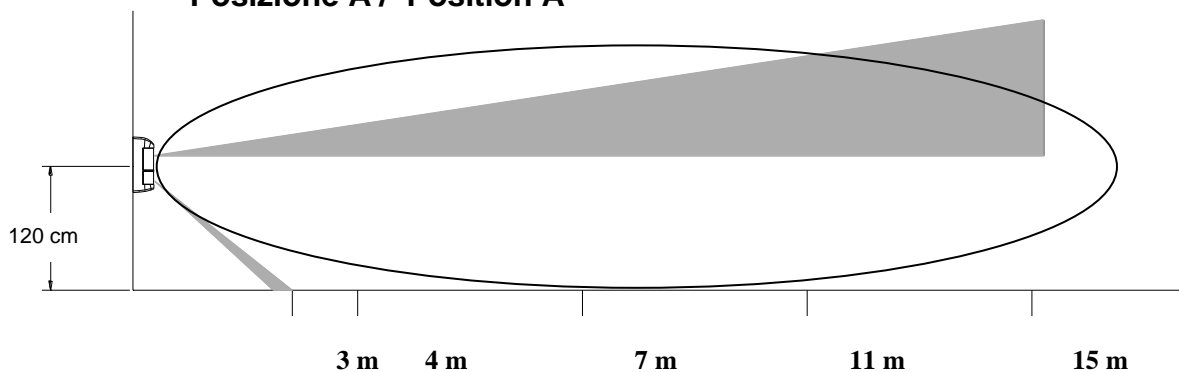
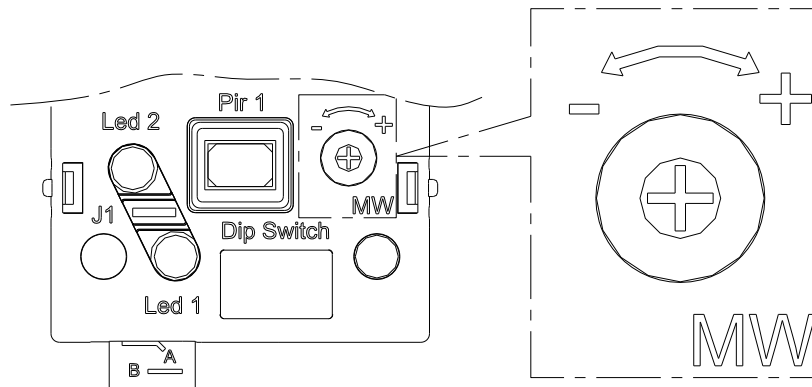

Fig 13
fig.14
- Effettuare le regolazioni del sensore agendo sul pomello di regolazione del PIR 2 (inferiore), basandosi sul grafico (fig.12 e fig.13) usando il trimmer di regolazione della sensibilità della MW (fig 14).
- Lift up or take down the PIR 2 (lower) using the adjusting knob to choose the protected area as shown in fig 12 and fig 13
Rotate the trimmer to adjust the MW sensibility.(see fig 14)